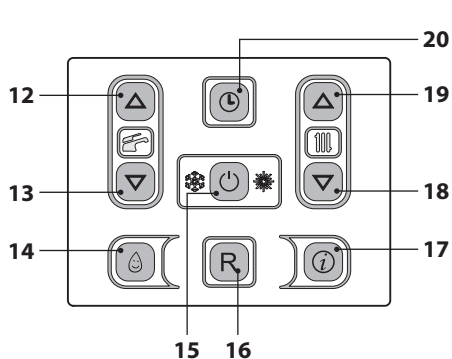
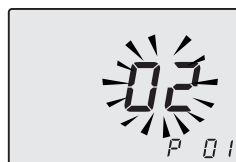
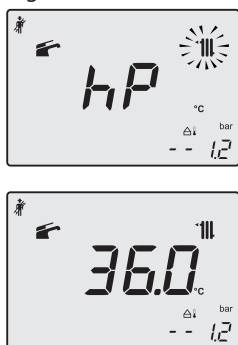
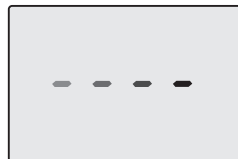

Figura 7.2
Figura 7.3
Figura 7.5
Figura 7.9
- Entrare in "modalità programmazione" premendo contemporaneamente per 10 secondi i tasti 15 - 18 - 19 (Figura 7.2) fino a far apparire sul display LCD le lettere **P01** e il valore del parametro, indicanti l'entrata nel "parametro 01" (Figura 7.3).
- Premere contemporaneamente i tasti 18 e 19 (Figura 7.2) per entrare nella funzione
- Premere il tasto 19 (Figura 7.2) per entrare in modalità "spazzacamino alla potenza minima in riscaldamento". Sul display appare **hP** alternato alla temperatura dello scambiatore primario (Figura 7.5).
- Utilizzare i tasti 18 o 19 (Figura 7.2) fino a portarsi allo stato **dP** (spazzacamino attivo in massimo sanitario) sul display appare **dP** alternato alla temperatura dello scambiatore primario caldaia (Figura 7.7).
- Premere il tasto 18 (Figura 7.2) fino a portarsi allo stato LP (spazzacamino attivo in minimo sanitario) sul display appare LP alternato alla temperatura dello scambiatore primario caldaia. (Figura 7.8).
- Spegnerla caldaia tenendo premuto per 2 secondi il tasto 15 (Figura 7.2) fino a far apparire sul display LCD il simbolo - - - - (Figura 7.9).